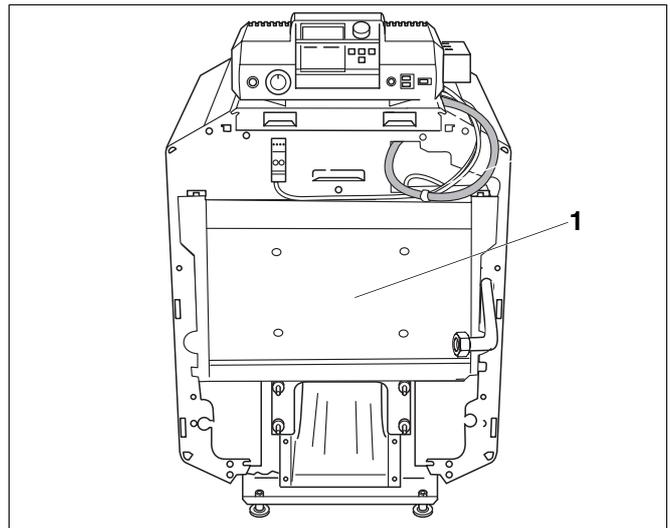

Abb. 39 Reinigungsdeckel
- Reinigungsdeckel (Abb. 39, **Pos. 1**) abschrauben.